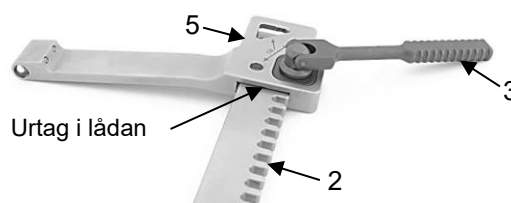

Fig. 16
För in kuggstången (2) i urtaget i lådan (5) tills drivspakens drev (3) griper in i kuggstången (2) (fig. 16).